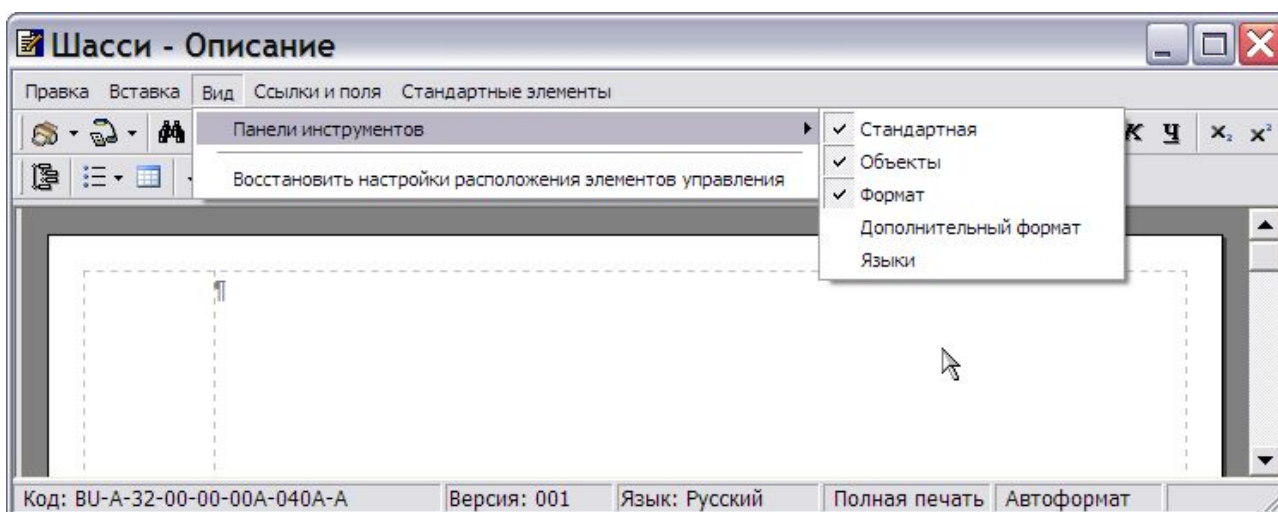

Рис. 3.13
2. В появившемся списке установите/сбросьте флажок рядом с названием соответствующей панели инструментов (Рис. 3.13).